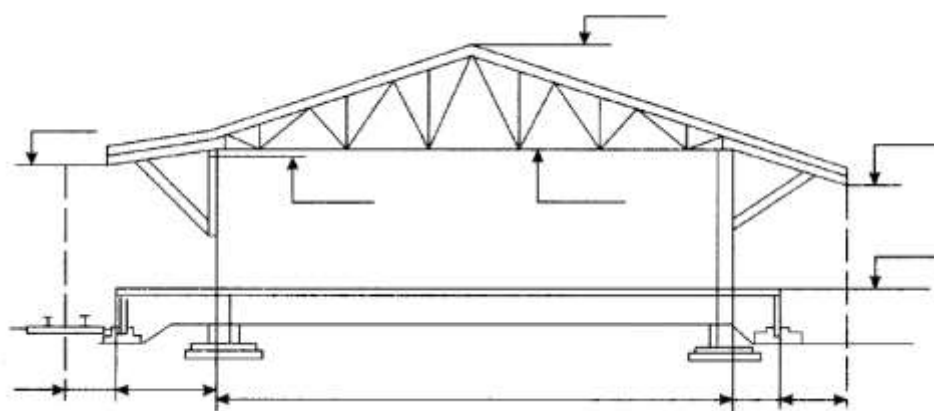

Рисунок 7.1 – Крытый прирельсовый склад для переработки тарно-упаковочных грузов.
5. В схеме поперечного разреза механизированного склада для тарно-штучных грузов (рис. 7.1) проставить размеры.